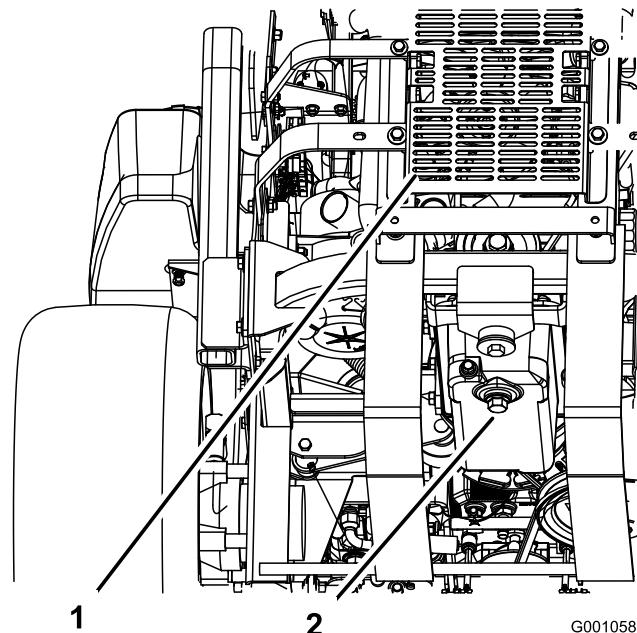

Figure 36
5. Placez un bac de vidange sous l'orifice de vidange. Retirez le bouchon de vidange et laissez sécouler toute lhuile (Figure 36).